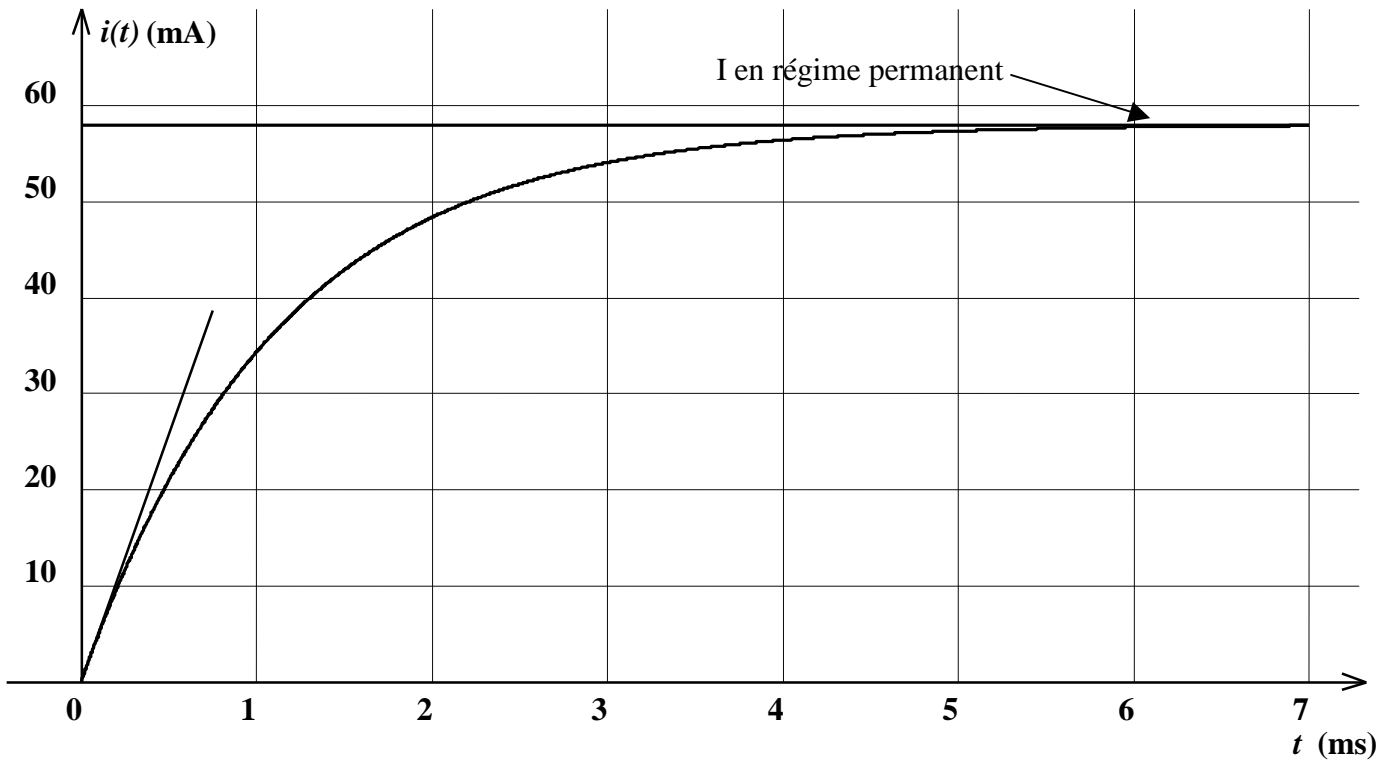

Figure 5
2.3.2. Déterminer graphiquement sa valeur en faisant figurer la méthode utilisée sur la **figure 5 en annexe à rendre avec la copie.**
2.4.3. Représenter avec soin la courbe représentant l'évolution de l'intensité du courant en fonction du temps $i = f(t)$ sur la **figure 5 en annexe, à rendre avec la copie.**